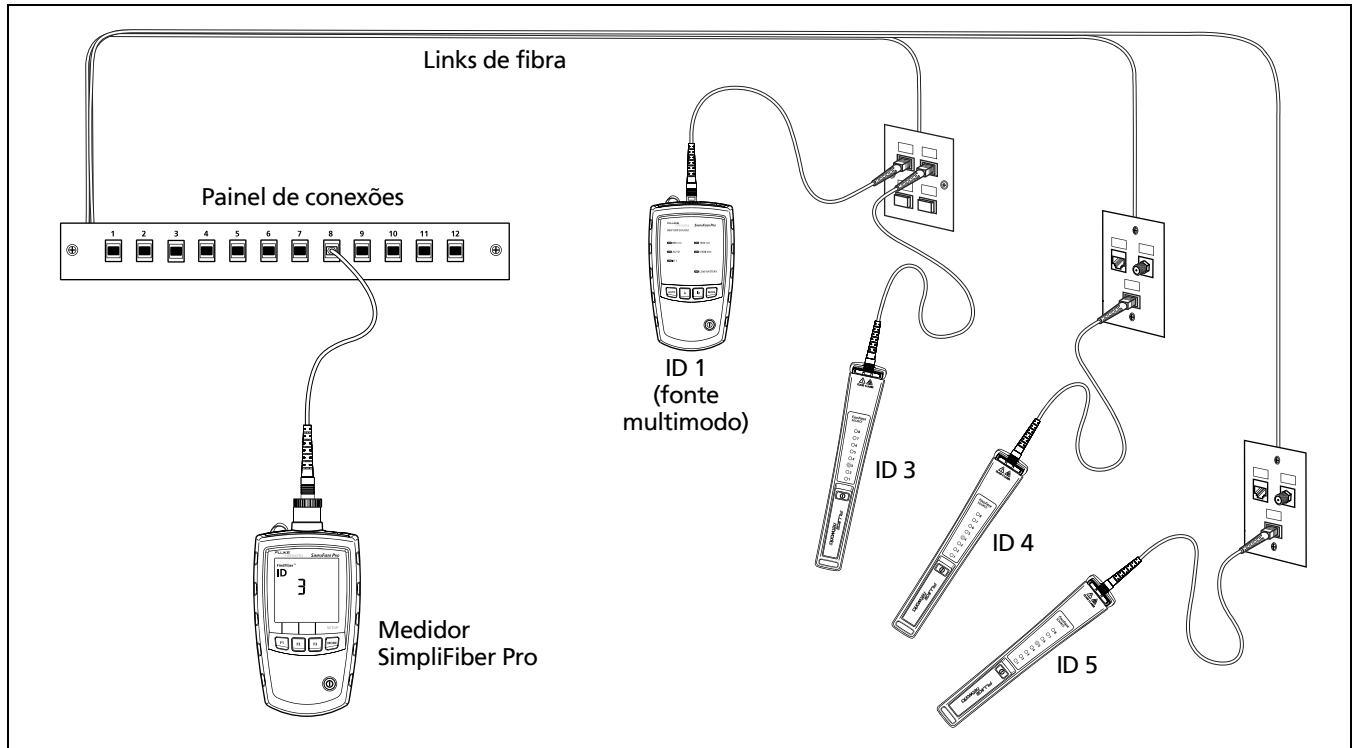

Figura 6. Como usar o modo FindFiber para localizar fibras ópticas
- 1 Conecte o medidor e uma fonte SimpliFiber ou uma ou mais fontes FindFiber aos links, conforme mostrado na Figura 6.